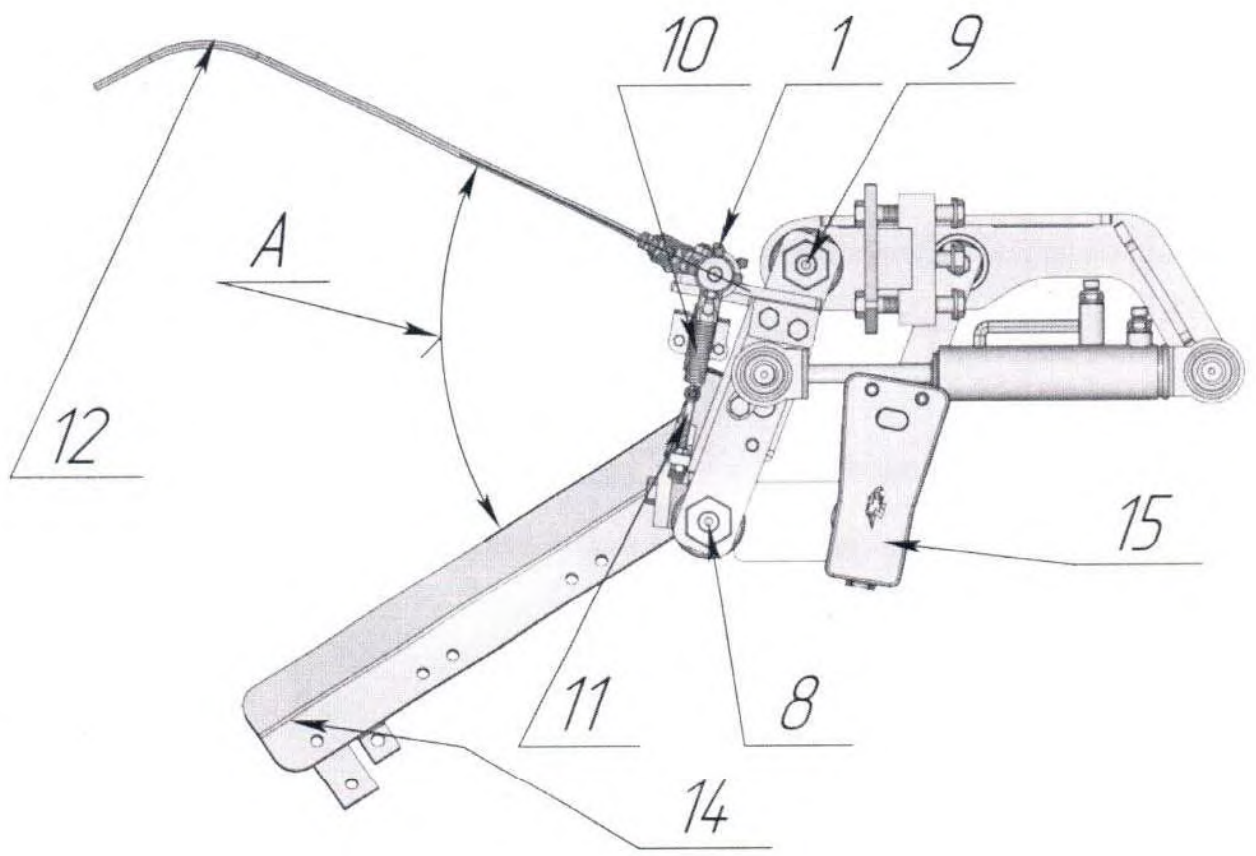
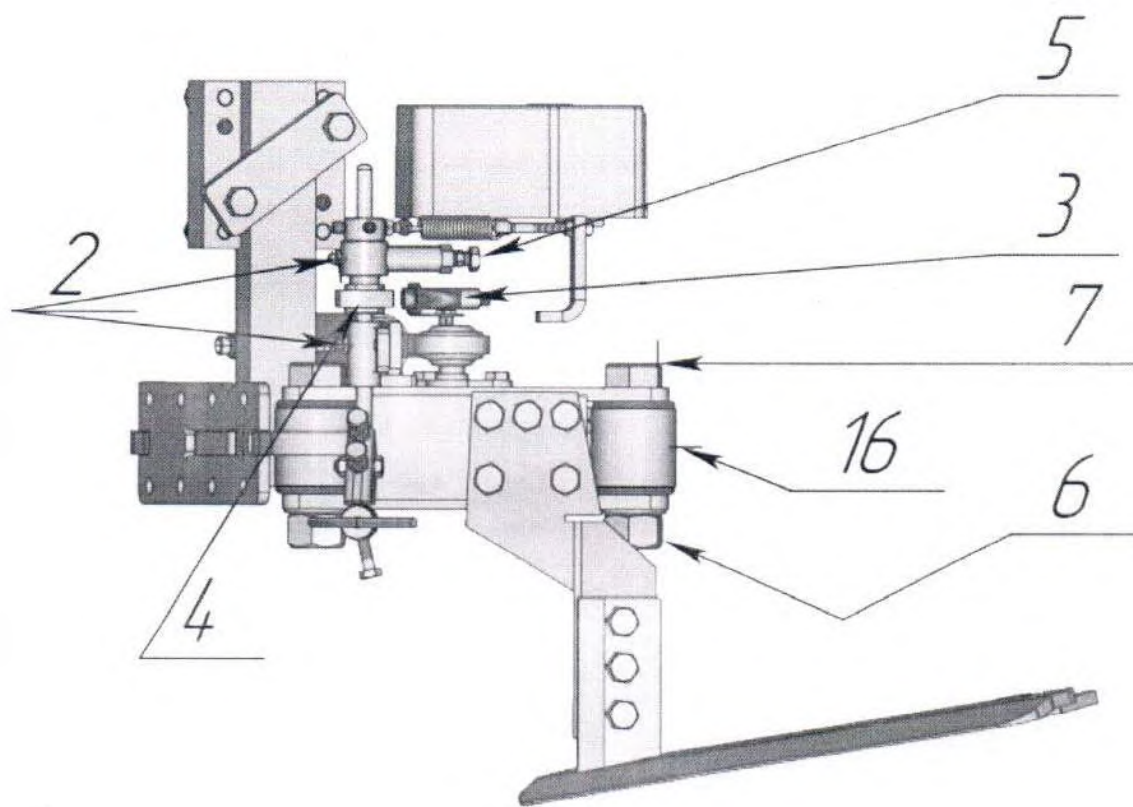

рис. 4
Рис.5
СНЯТЬ ЗАЩИТНУЮ КРЫШКУ (рис.4 поз.15),обратить внимание на индукционный датчик (рис.5 поз.3) , если все сделано правильно,на датчике работает подсветка.
ПОТЯНИТЕ ЩУП (рис. 4 поз. 12) в сторону лезвия – подсветка исчезнет.
ВЕЛИЧИНА ЗАЩИТНОЙ ЗОНЫ вокруг лозы винограда зависит от положения щупа (рис.4 поз.12 и 14)относительно лезвия ,чем больше щуп удален от лезвия тем больше защитная зона и наоборот ,чем ближе к лезвию тем меньше защитная зона.
СКОРОСТЬ СРАБАТЫВАНИЯ ЛЕЗВИЯ ,зависит от скорости потока масла в гидросистеме (номинальный поток 30 л/мин – вал отбора мощности 480-540 об /мин) и от натяжения пружины (рис.4 поз.10).
ШТОК (рис.3 поз.17) поднять максимально вверх ,отпустив стопорные винты (рис.4 поз.1) и максимально отвести щуп от лезвия , как на рис.4 ,закрутить стопорные винты. Отрегулировать наклон щупа болтами (рис.3.поз. 13).
**ЕЖЕДНЕВНО** - обслуживать узел ,отвечающий за работу щупа – точки смазки (рис.5 поз.2), первичная смазка AIMOL Grease Lithium EP 2 MOLY консистентная смазка ,удалять пыль и грязь.
**ОДИН РАЗ В НЕДЕЛЮ** – смазывать подшипниковые узлы (рис.5 поз.16),заводская смазка - AIMOL Grease Lithium EP 2 MOLYконсистентная смазка. Точка смазки находится под пластиковой заглушкой (рис.4 поз. 9 и 8 ).
**ПРОВЕРЯТЬ** подшипниковые узлы на люфт . В случае появления люфта ,отвернуть на 2 оборота гайку (рис.5 поз.6), предварительно проверив наличие стопорного винта на гайке , после, подтянуть ось (рис.5 поз.7).